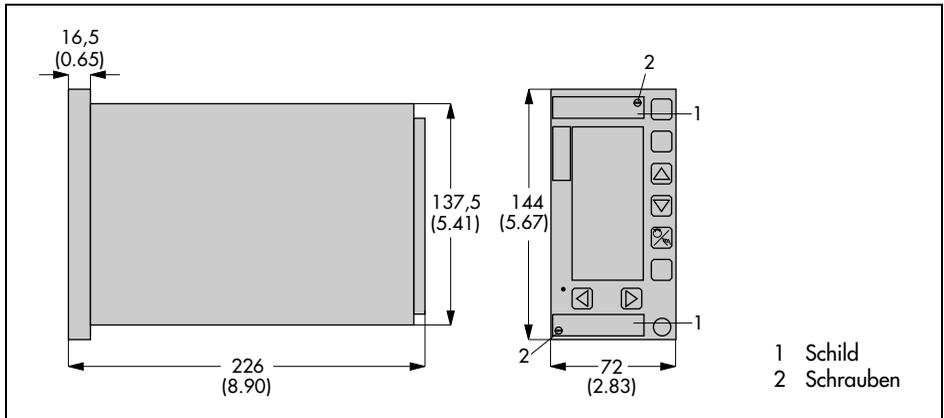
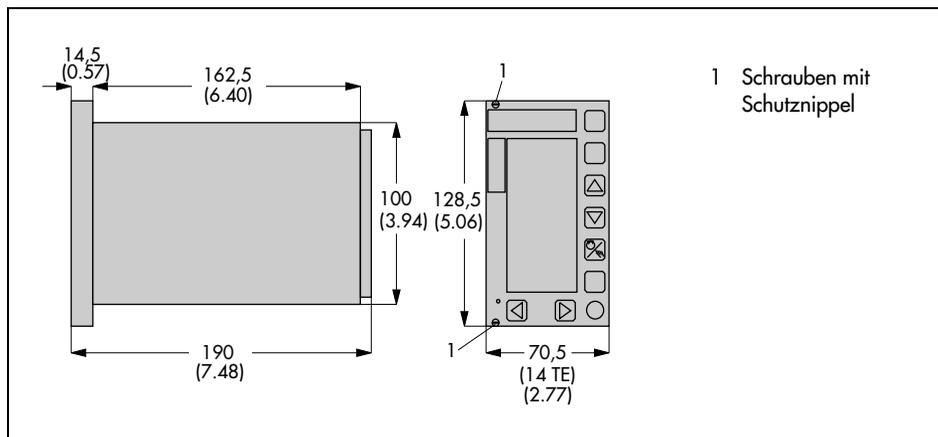

Bild 2. Maße (Tafeleinbaugerät)
Bild 4· Maße 19"-Einschubgerät
2. Prozessregelstation frontseitig mit zwei Schrauben (s.1 Bild 4) an der Einschubeinheit befestigen.
1. Bei Tafelbauweise ggf. die Schilder (s. 1, Bild 2), beim 19"-Einschubgerät die zwei Schutzknippel abziehen. Die zwei Schrauben an der Gerätefrontseite lösen (s. Bild 2 oder Bild 4 entsprechend der Gehäuseform)